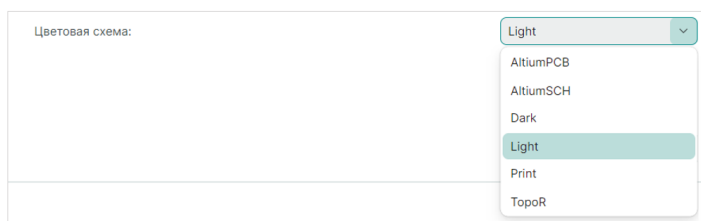

Рис. 79 Выбор цветовой схемы редактора
- «Цветовая схема» – выбор цветовой схемы редактора, см. Рис. 79.